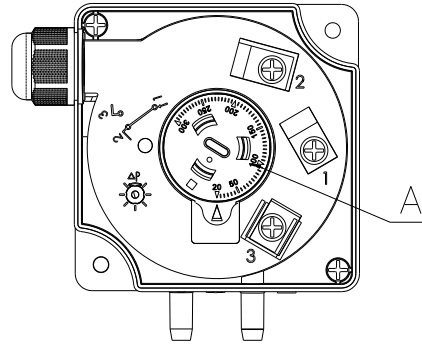

图 6
1. 打开上盖即可看到，开关示意图如图 6 所示。
需要的压力/压差可通过设定旋钮上的刻度盘(图 6 中 A)获得。仅需要用一字螺丝刀旋转刻度盘到指针所示位置即可。